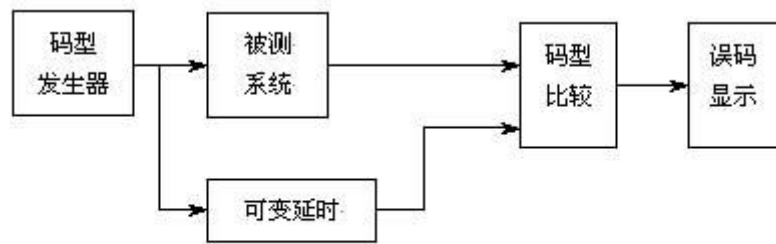

图 2
(2) 设计一个加法电路，将调制器输出  $v_{sp-p}$  与噪声电压  $v_{np-p}$  相加送入模拟信道。在解调器输入端测量信号与噪声峰-峰值之比 ( $v_{sp-p} / v_{np-p}$ )，当其比值分别为 1、3、5 时，进行误码测试。测试方法：在 8 路顺序循环采集模式下，监视某一路的显示，检查接收数据的误码情况，监视时间为 1 分钟。
(3) 在 ( $v_{sp-p} / v_{np-p}$ ) = 3 时，尽量提高传输速率，用上述第 (2) 项的测试方法，检查接收数据的误码情况。
(4) 其它 (如自制用来定量测量系统误码的简易误码率测试仪，其方框图见图 2)。